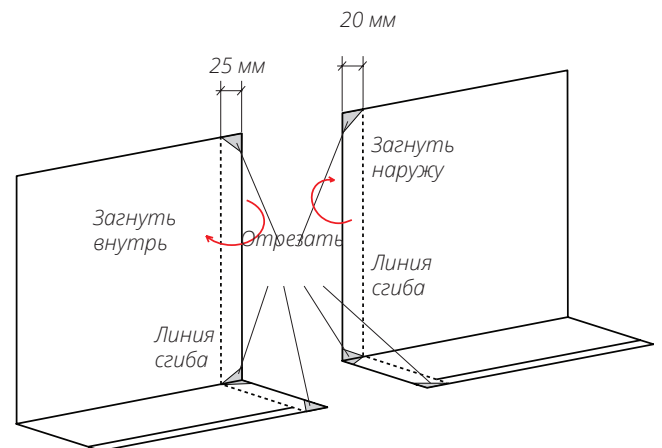

Рис. 20
■ Более эстетичный вариант, позволяющий скрыть обрезную кромку, – вариант с загибами на стыкующихся краях (рис. 20).